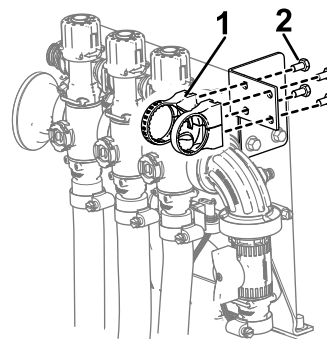

Figura 19
5. Montai elementul de montare vană pe suportul de montare vană cu ajutorul celor 4 uruburi (M6) aa cum se arată în Figura 19.